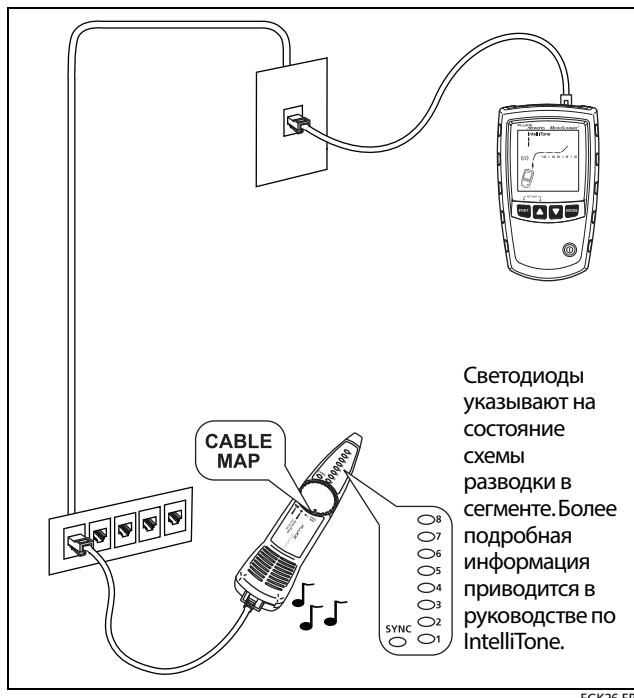

Рис. 36. Использование генератора тональных сигналов совместно с детектором IP200 и его функцией «Схема разводки IntelliTone»
- 3 Подключите к тестируемому сегменту тестер и детектор, как показано на Рис.36.
- 4 Нажимайте кнопку  или , пока на экране не появится значок . Режим IntelliTone обозначается значком **IntelliTone**, и на экране выводятся обозначения 1s и 0s. См. Рис.36.